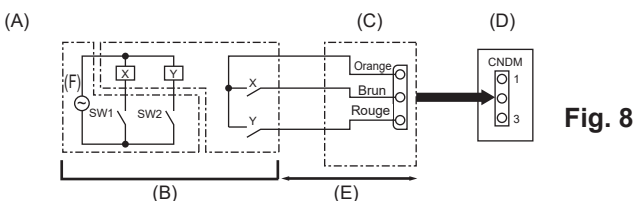

Fig. 8
8.1. Mode à faible bruit (modification sur site) (Fig. 8)
8.2. Fonctions spéciales (modification sur site) (Fig. 8)